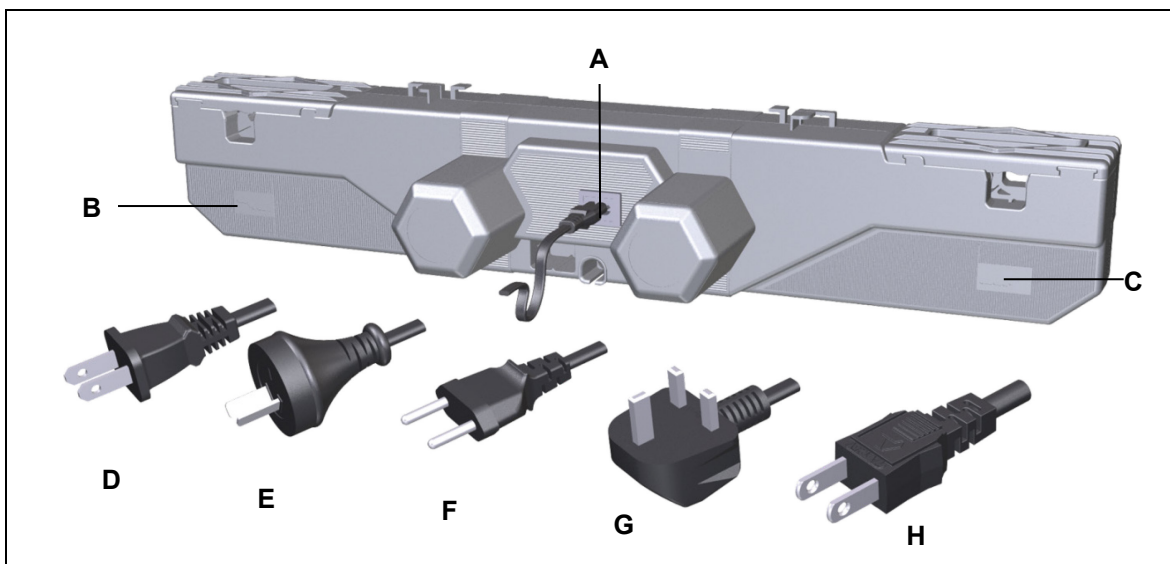

Abbildung 4 Varianten der steckbaren Netzanschlussleitung
- 3 Bringen Sie den OKIMAT in die richtige Position zur Applikation. Die Aufnahmen für die Rücken- und Beinseite müssen den jeweiligen Beschlägen an der Applikation zugeordnet sein (Symbole am OKIMAT siehe Abbildung 4).